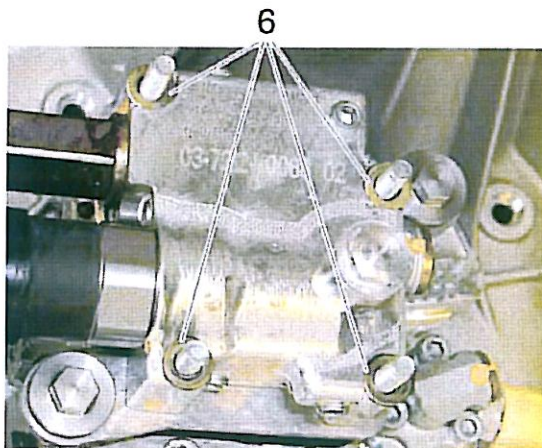

Bild 21
15. Die vier Gewindebolzen mit jeweils einer Unterlegscheibe (item 6) bestücken. Siehe Bild 21.